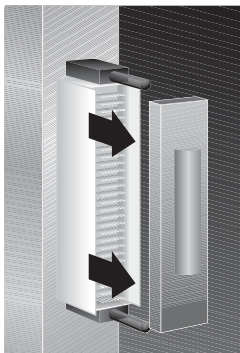

Figura 1. Remoção da tampa do pino
1. Remova a tampa do pino dos pinos dos conectores na parte traseira do módulo de transferência, como ilustra a Figura 1, Remoção da tampa do pino.